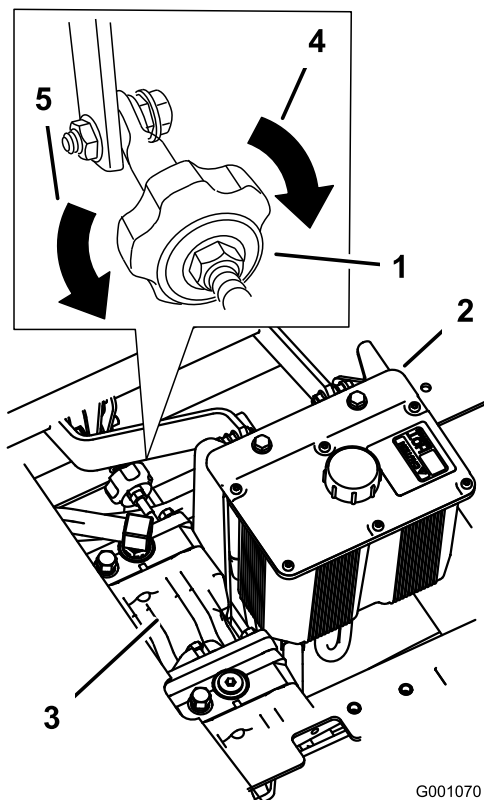

Bild 78
2. Stellen Sie die Länge der Pumpstange ein, indem Sie das Handrad an der Stange so weit in die entsprechende Richtung drehen, bis das Rad stillsteht oder sich leicht zurückdreht (Bild 78).